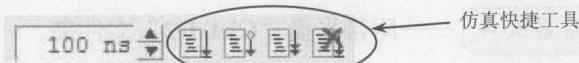

图 1-15 仿真工具按钮
(4) 运行仿真。快捷栏中也有运行仿真按钮，如图 1-15 所示。共有四个运行按钮，从左到右依次为 Run、ContinueRun、Run-All 和 Break。这里单击 Run-All 进行仿真。